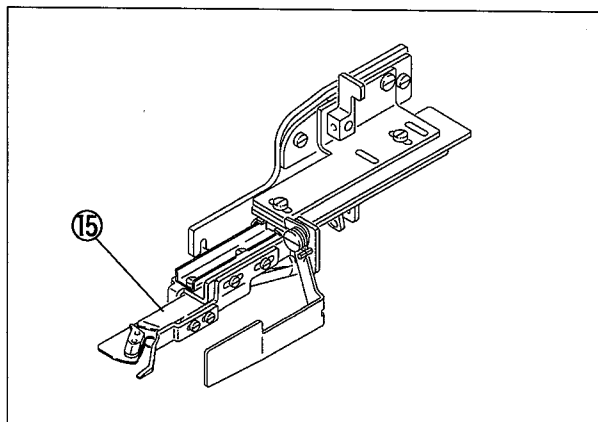

図4
- (6) 膝受ケ④を使って、吸込管⑮が最左端(セット位置)に移動し固定されることを確認する。(図4参照)